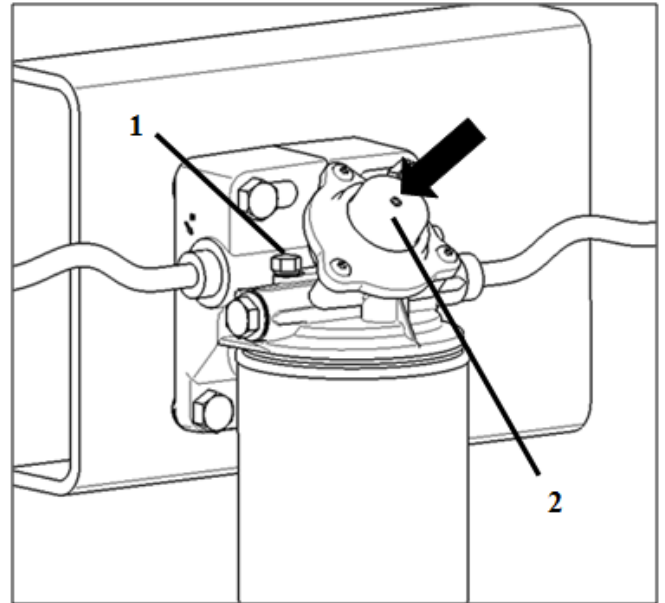

Bild 6 Entlüften
- Entlüftungsschraube (Pos. 1, Bild 6) aufdrehen.
- Handpumpe (Pos.2, Bild 6) betätigen, um Kraftstoff anzusaugen.